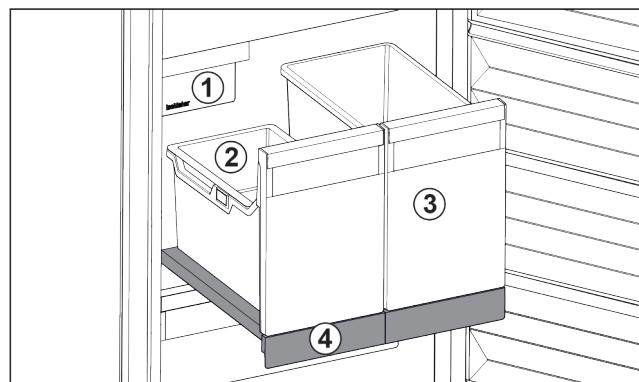

Fig. 122 Auszugsbord mit IceTower
Auf dem Auszugsbord sind zwei hohe Behälter (IceTower). Im Behälter Fig. 122 (2) werden Eiszügel aus dem IceMaker gesammelt und gelagert. Behälter Fig. 122 (3) eignet sich für die Lagerung von hohen Lebensmitteln wie Pizzen oder alkoholischen Getränken.